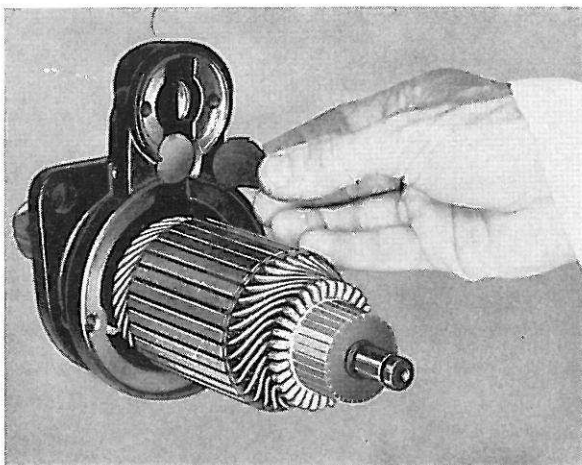

Figure 82. Enlèvement de la rondelle d'étanchéité
9. Enlever la rondelle caoutchouc et la rondelle acier, figure 82.